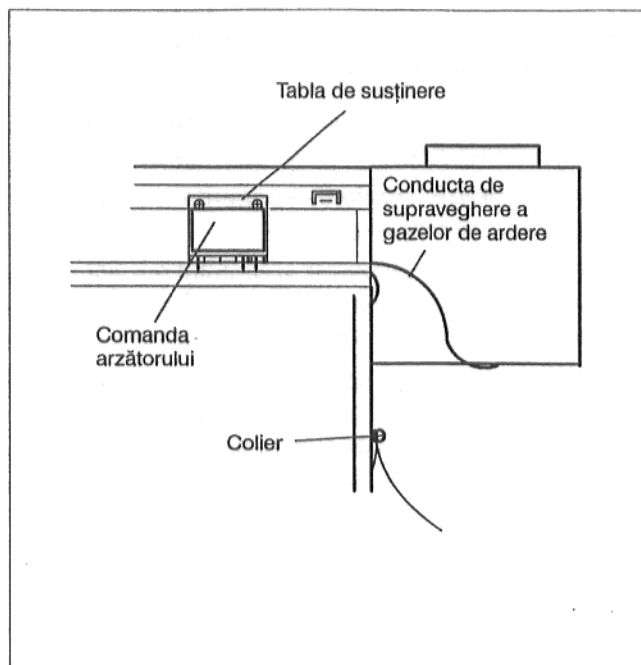

Fig. 47a
- Conducta senzorului gazelor de ardere se va conduce prin canalul cablului la suport și senzorul gazelor de ardere se va monta la acesta (Fig. 47a/48).